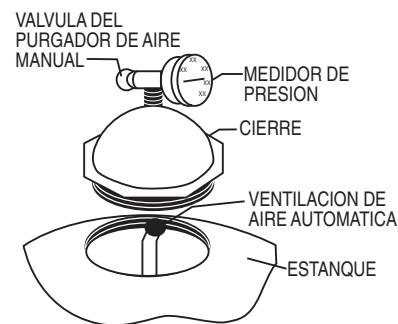

Figura 1.
- Pivotee el difusor fuera del centro del estanque en los TR40, 50, 60, TR60 ClearPro, 100 y 140 rotando el conjunto del difusor en el sentido contrario en que giran las manillas del reloj. (**AVISO:** El conjunto del multifusor no se debe mover en los modelos TR100HD, TR100C, TR100C-3 y TR140C, TR140C-3. Después de instalar el material del filtro tal como se ha descrito a continuación revise para verificar que las partes superiores de los difusores estén paralelas con la parte superior de la capa de arena.) Llene el estanque con agua hasta alrededor de la mitad. Vacíe gravilla primero (si se va a usar) y luego arena en la parte superior del filtro lentamente de modo que el impacto del material del filtro no dañe los laterales. Vea la información en la Tabla 2 en este manual para verificar la cantidad de arena y grava adecuada. Llene el filtro al nivel adecuado para mantener el espacio libre (vea la Tabla 2). Pivotee el conjunto del difusor de nuevo a su posición vertical si es que se movió. Asegúrese que la ventilación de aire automática está sobresaliéndose en la parte superior del cierre tal como se indica a continuación en la Figura 1. Asegúrese que la ventilación de aire automática está en el centro del cierre del filtro. Lave toda la arena alrededor de la abertura roscada en la parte superior del estanque.